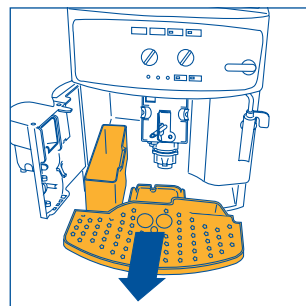

Fig. 16
**NOTA 7:** la máquina cuenta la cantidad de cafés que se sirven. Cada 14 cafés individuales (o 7 dobles), el piloto 📊 se enciende de manera fija (cap. 12 punto 3) advirtiéndole que el recipiente de los posos está lleno y que hay que vaciarlo y limpiarlo. Hasta que no se limpia el recipiente de los posos, el piloto queda encendido y la máquina no puede hacer el café. Para limpiar, abra la portezuela de servicio situada en la parte delantera tirando de la manija correspondiente, fig. 15; se enciende el piloto 🔔 que parpadea (véase § 12 punto 9), entonces extraiga la bandeja recogegotas (fig. 16) vacíela y límpiela. Vacíe y limpie muy bien el recipiente de los posos procurando eliminar todos los residuos que puedan estar depositados en el fondo. Seque también las gotas de condensado que se depositen en el interior de la máquina, abajo de la bandeja recogegotas. **IMPORTANTE:** cuando se extrae la bandeja recogegotas es **OBLIGATORIO** vaciar siempre el recipiente de posos de café incluso si está poco lleno. Si esta operación no es efectuada, puede suceder que, cuando se preparan otros cafés, el recipiente de posos se llene más del previsto y que la máquina se atasque de pastillas usadas.
- extraiga la bandeja recoge gotas y el recipiente de los posos (fig. 16) y lávelos;